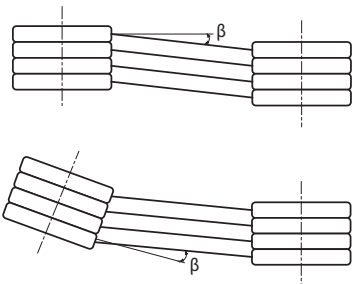

Fig. 9
(3) Par courroie trapézoïdale
- Le défaut de parallélisme entre deux poulies doit être inférieur à 20' (fig. 9, page 10).